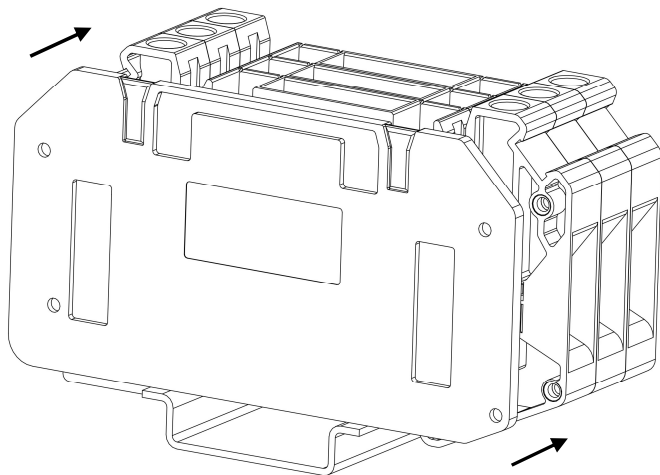
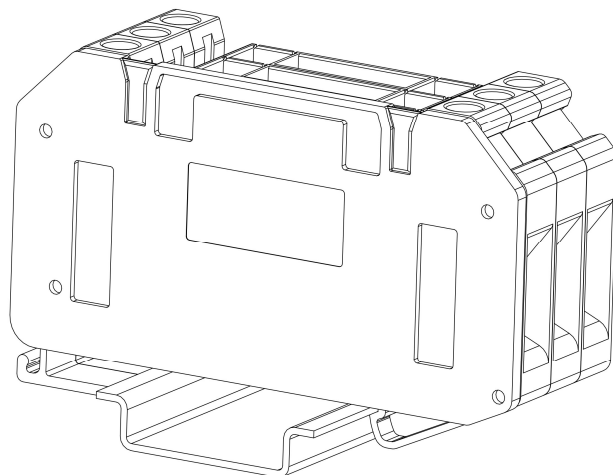
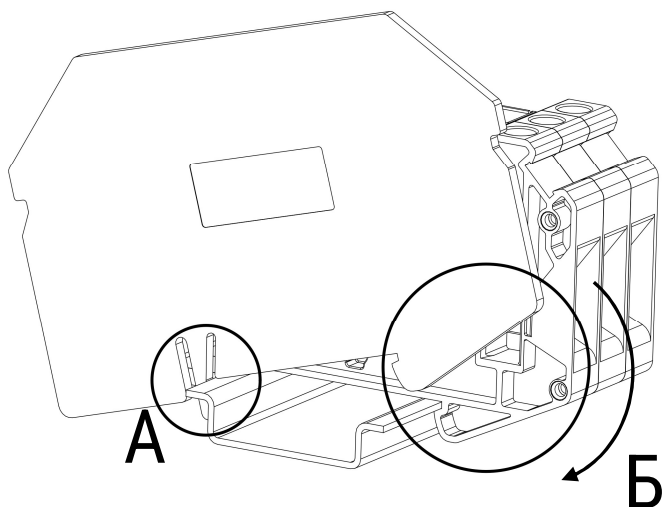
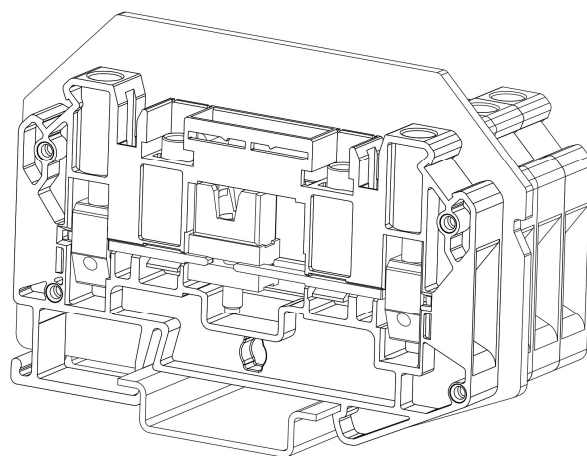

Рисунок 7 – установка концевой крышки
Рисунок 8 – концевая крышка на блоке клемм
Рисунок 9 – установка разделительной пластины
Рисунок 10 – разделительная пластина на монтажной рейке
- **Обязательно** установите на каждую группу однотипных клемм концевую крышку (рис. 7; рис. 8) или разделительную пластину (рис. 9) для предотвращения касаний к токоведущим частям. Разделительная пластина может применяться для разделения групп клемм (рис. 10).
- Заведите разделительную пластину в зацепление с монтажной рейкой (рис. 9, положение «А»);
- Защелкиванием закрепите разделительную пластину на монтажной рейке (рис. 9, положение «Б»).